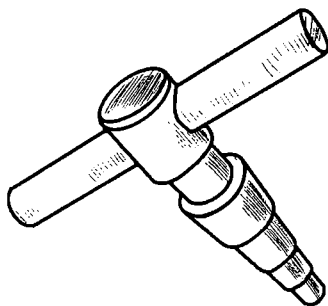

Рис. 13. Калибратор
3. Снимите внутреннюю фаску с помощью калибратора (рис. 13).